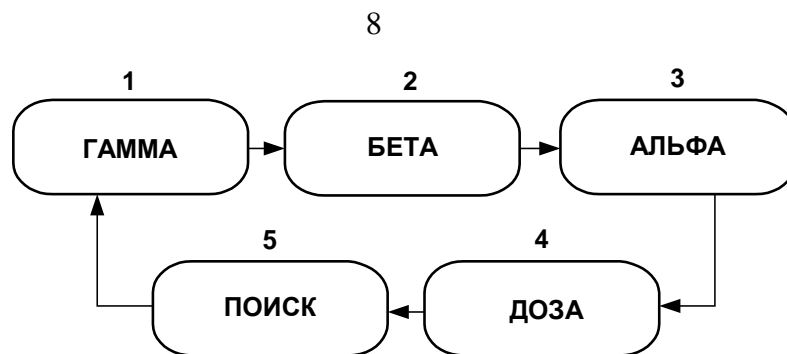

Рис. 4 - Схема переключения режимов работы прибора
1.4.3.3 Выбор режимов работы прибора осуществляется кратковременным нажатием (менее 1 с) кнопки «**МЕНЮ**». Режимы меняются циклически по кругу, согласно схеме, представленной на Рис. 4 (русская версия).